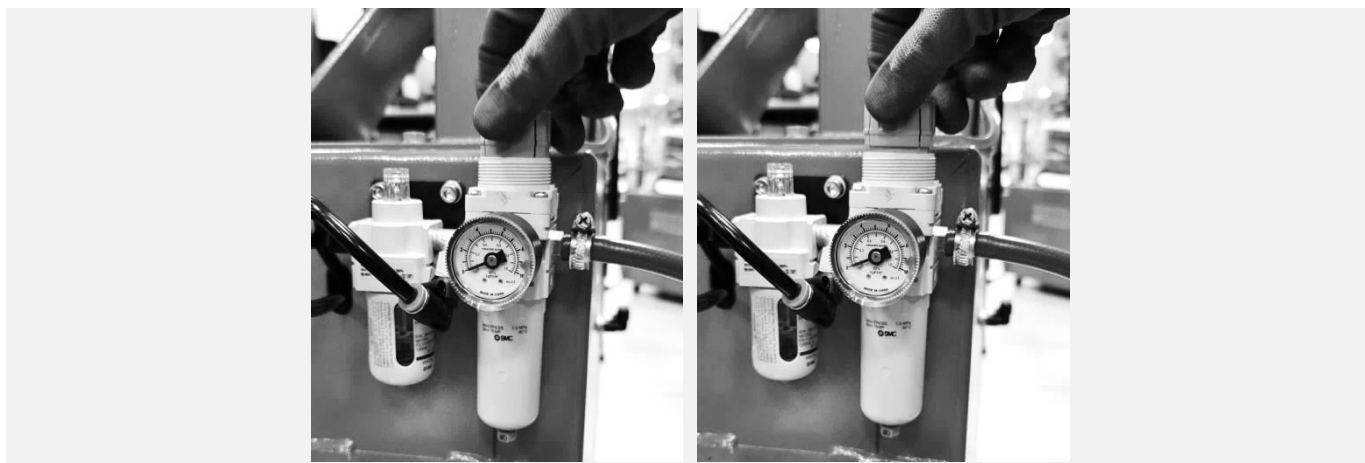
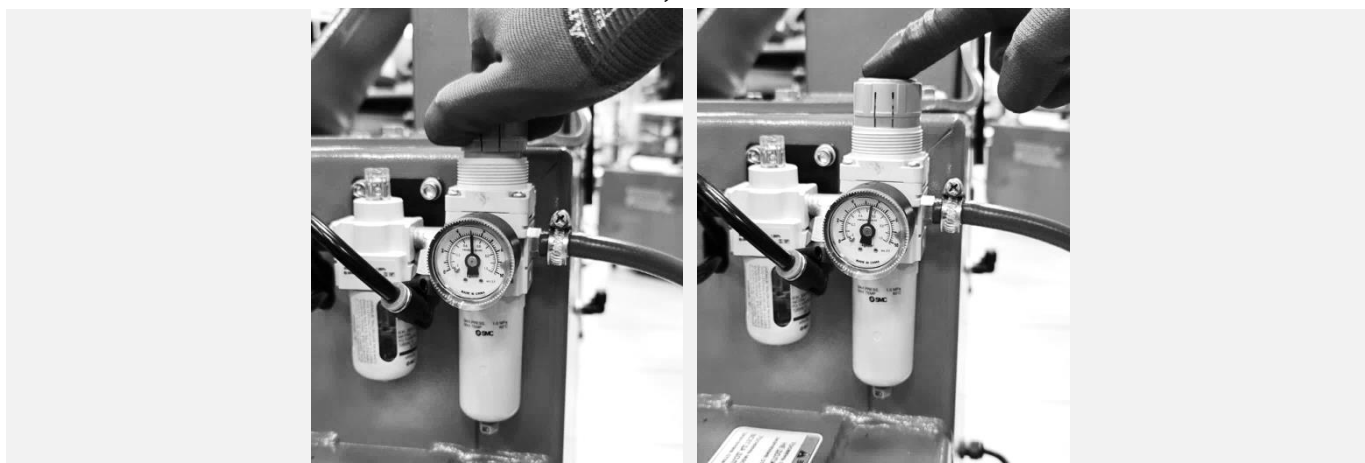

Рисунок 30
Рисунок 31
7.6.2 Выполнить регулировку давления сжатого воздуха в пневматической системе станка. Для этого поднять колпачок регулятора вверх (см. Рисунок 30) и, плавно вращая регулятор, установить давление равным 10 бар по показаниям манометра на блоке подготовки воздуха. Заблокировать регулятор давления, опустив колпачок (см. Рисунок 31).